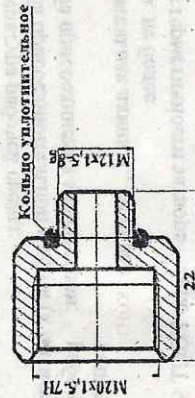

Рисунок 2. Втулка переходная
2.3.1 Для установки контрольного манометра необходимо закрыть кран (по схеме), выкрутить заглушку (9) и установить контрольный манометр на место заглушки. При установке контрольного манометра с присоединительной резьбой M20x1,5 на место заглушки (9) сначала устанавливается переходная втулка (рис.2), а затем к ней присоединяется контрольный манометр. Далее поворотом ручки (3) установить пробку (5) в положение подачи среды на контрольный манометр (по схеме). Демонтаж контрольного манометра производится в обратном порядке.